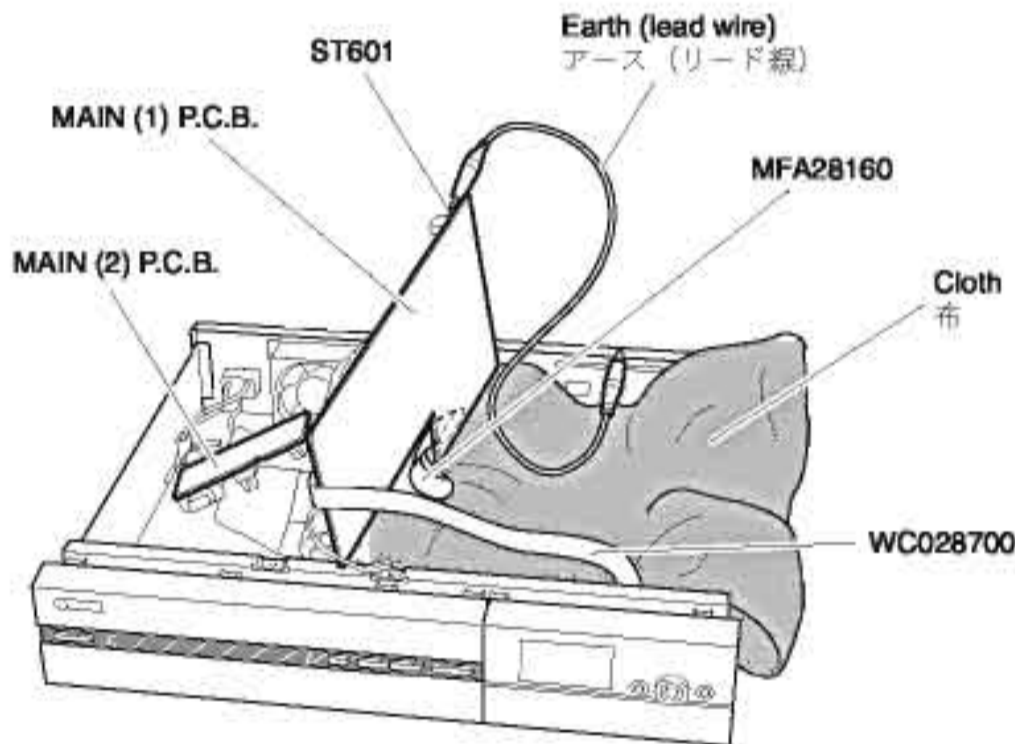

Fig. 6
- The cloth for insulation purpose on this unit, where P.C.B. is stood on it and checks it. (Fig. 6)
- In this unit, the ground of MAIN (1) P.C.B. is connected to the Rear Panel. When MAIN (1) P.C.B. is removed from the Rear Panel, connect the ground to the rear panel or chassis, using a lead wire or the like. (Fig. 6)
- 本機に絶縁用の布を敷き、その上にP.C.B.を立てた状態でチェックします。(Fig. 6)
- 本機ではMAIN(1)P.C.B.のアースがリアパネルに接続されています。MAIN(1)P.C.B.をリアパネルより取り外した場合は、リード線等でアースをリアパネルまたはシャーシに接続してください。(Fig. 6)